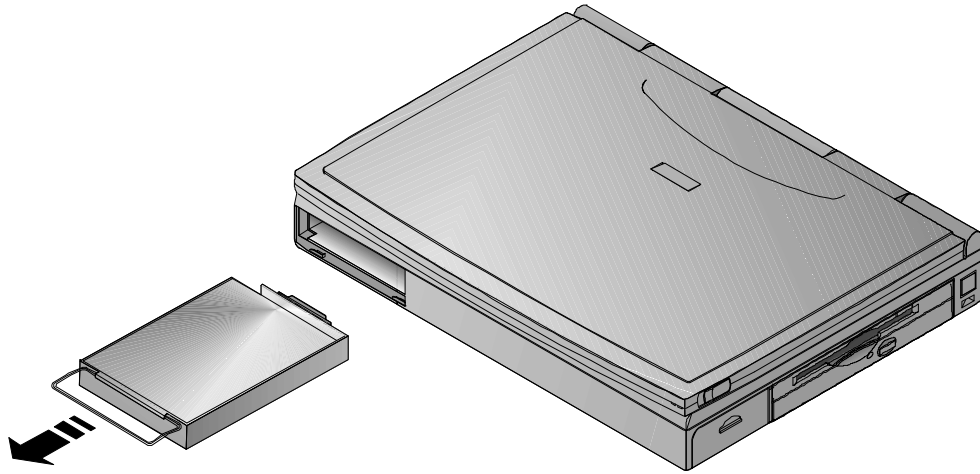

Figure 6-9 : retrait du disque dur (étape 2)
4. Retirez précautionneusement le disque dur de son emplacement en tirant sur sa poignée en direction des flèches, comme représenté à la figure 6-9.